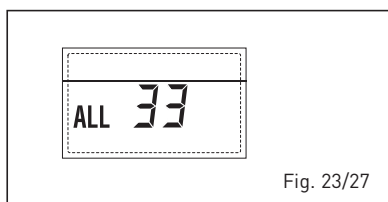

Fig. 23/27
- **ANOMALÍA DE COMUNICACIÓN DE LA TARJETA RS-485 EN MODO CASCADA "AL 34" (fig. 23/28)**